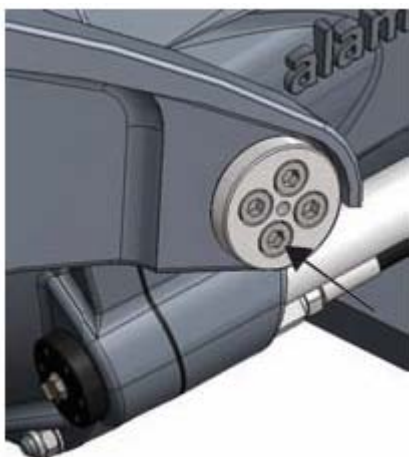

Figura 55. Bulloni del giunto
3. Svitare i bulloni del giunto (figura 55).